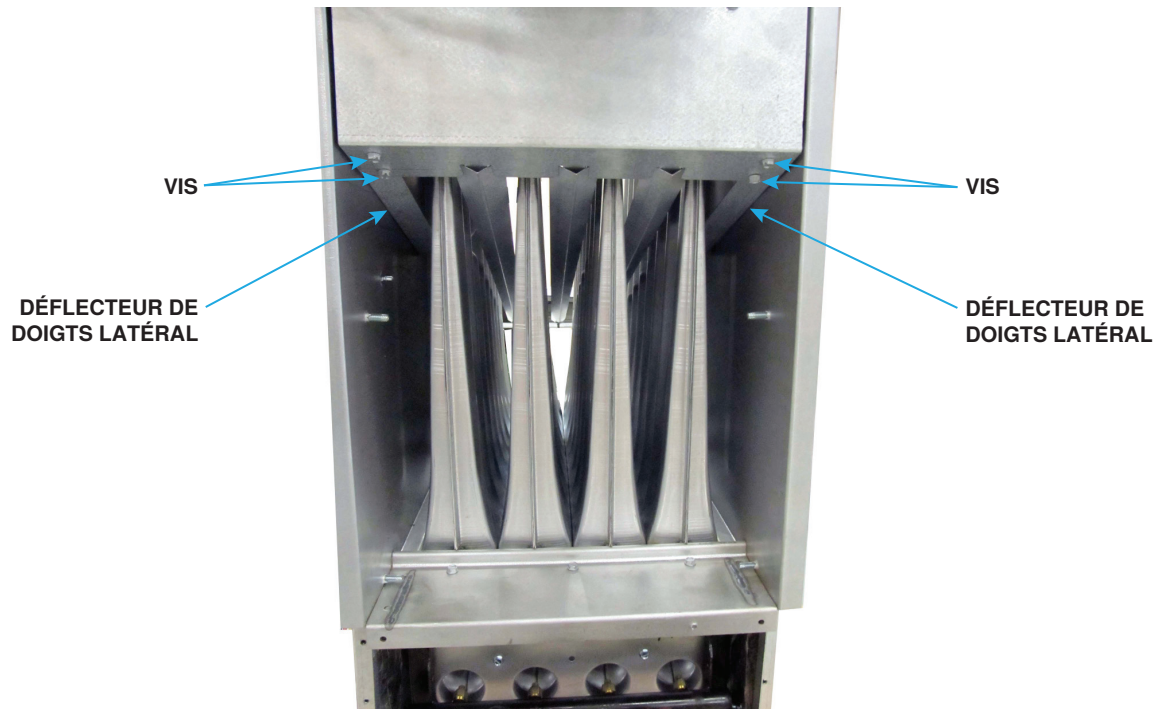

Figure 3. Retirez les deux déflecteurs latéraux pour les doigts
4. Retirer les déflecteurs latéraux des unités de tailles 125–400 (voir **Figure 3**):